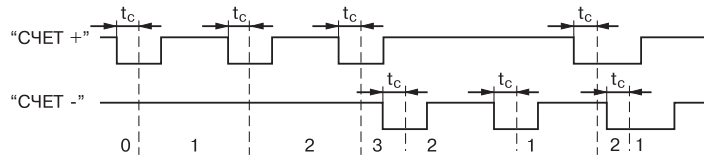

Рис. 9
3.1.7.1. Для защиты входов прибора от дребезга механических контактов и других помех, длительность которых меньше длительности импульсов полезного сигнала, служит **входной фильтр**, постоянная времени которого задается в параметре **tc** с дискретностью 0,1 мс. Минимальная длительность воспринимаемых прибором импульсов устанавливается в пределах от 0,1 до 999,9 мс (рис. 9).